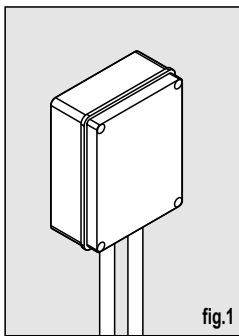

fig.1
3. Fissare il contenitore in posizione verticale (fig 1).
3. Fasten the plastic box in a vertical position (Fig. 1).
3. Fixer le coffret en position verticale (fig. 1).